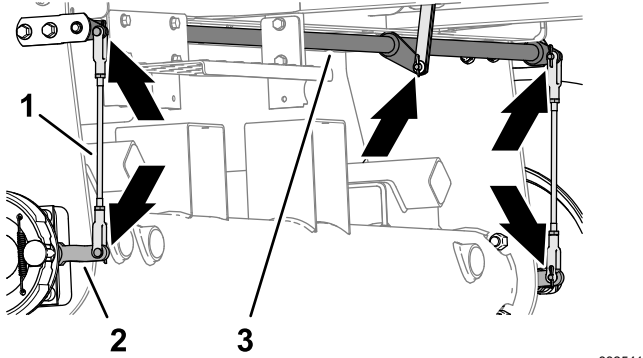

Bild 70
1. Überprüfen Sie die linke und rechte Bremsstangenbaugruppe (Bild 70) auf Schäden und Verschleiß.
2. Kontrollieren Sie die Drehwelle der Bremse (Bild 70) auf Schäden und Verschleiß.